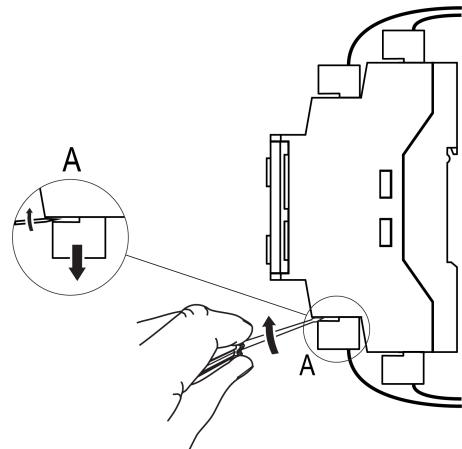

Рисунок 5.3 – Отсоединение съемных частей клемм
- Отделить от прибора съемные части каждой из клемм вместе с подключенными внешними линиями связи с помощью отвертки или другого подходящего инструмента (см. рисунок 5.3).